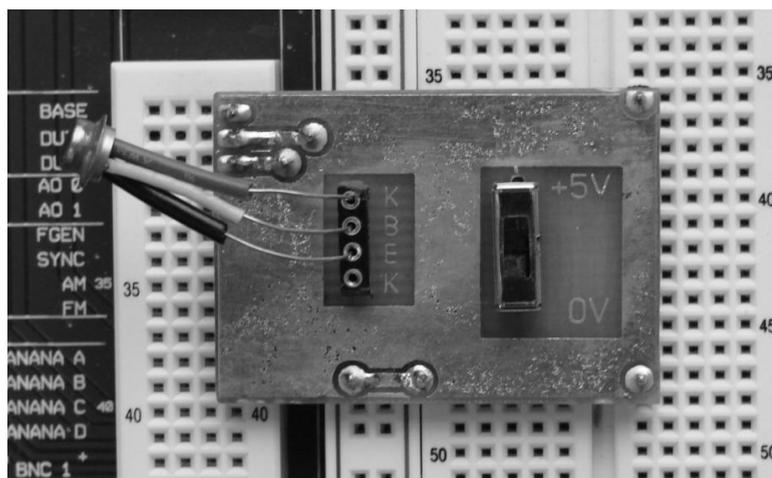

Рис. 2
4.4.1 Для исследования входной вольт-амперной характеристики установить транзистор в гнезда контактной площадки в соответствии с цоколевкой. При этом эмиттер должен быть вставлен в гнездо «Е», база – в гнездо «В», коллектор – в гнездо «К». Как известно, входные характеристики $I_b = f(U_{бэ})$ транзистора n-p-n – структуры снимаются при двух значениях напряжения на коллекторе: $U_{кэ} = 0$ и $U_{кэ} = 5$ В. Для этого на контактной площадке имеется соответствующий переключатель. Фотография примера подключения n-p-n-транзистора при $U_{кэ} = 5$ В приведена на рис.2.